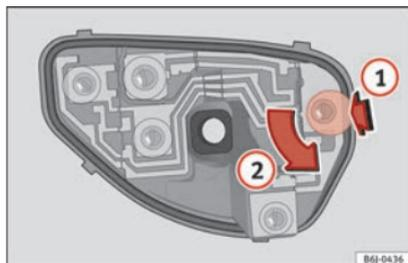

Fig. 107 Substituir lâmpadas das luzes traseiras.
- Uma vez retirado o porta-lâmpadas, pressione no sentido da seta **1** e rode em simultâneo no sentido da seta **2** »» **Fig. 107**.